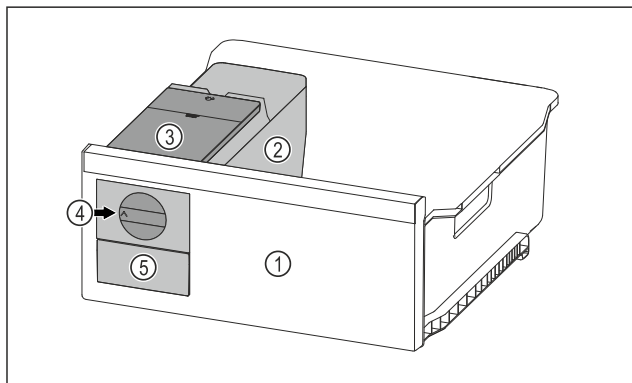

Fig. 163 Primjer izgleda
- Okrenite okretni gumb Fig. 163 (4) u smjeru kazaljki na satu do graničnika.
- Kockice leda padaju iz posude za kockice leda u ladicu za kockice leda Fig. 163 (5).